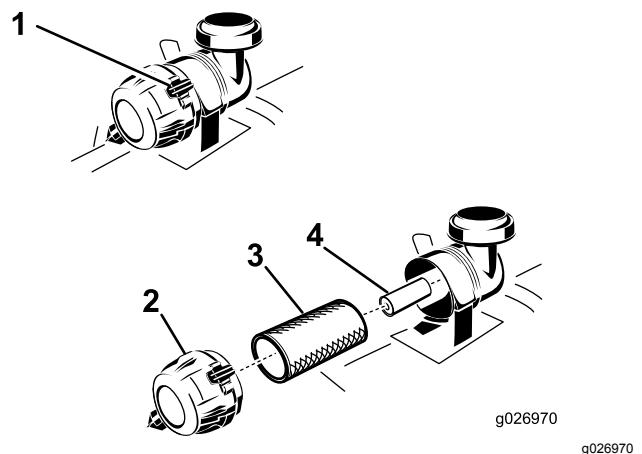

Рисунок 49
- Освободите стопорные зажимы воздухоочистителя и отделите крышку от корпуса воздухоочистителя (Рисунок 49).
- Осторожно извлеките фильтр грубой очистки из корпуса воздухоочистителя (Рисунок 49).
- При замене внутреннего фильтра осторожно вставьте его в корпус фильтра (Рисунок 49).
- Осторожно вставьте фильтр грубой очистки поверх контрольного фильтра (Рисунок 49).
- Установите крышку воздухоочистителя колпаком сапуна вниз и поверните, зафиксировав стопорными зажимами (Рисунок 49).